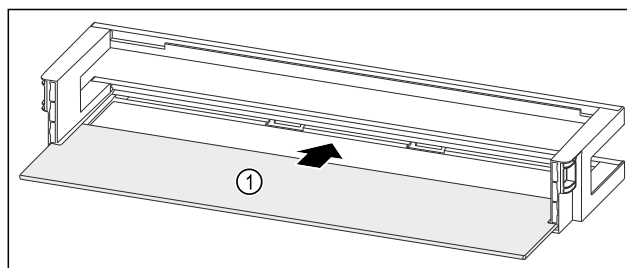

Fig. 197 Dveřní přihrádka s odkládací plochou
- Odkládací plochu Fig. 197 (1) zasuňte do bočních vybrání.